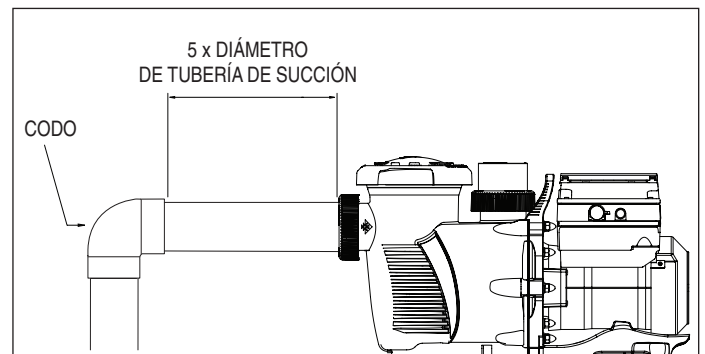

Figura 2: Tubería recomendada
4. Para la mayoría de las instalaciones que Pentair recomienda instalar una válvula en la aspiración de la bomba y mangueras de retorno para que la bomba puede ser aislada durante el mantenimiento rutinario. Sin embargo, recomendamos que una válvula, codo o tee instalado en la línea de succión debe ser no más cerca de la parte delantera de la bomba de cinco 5 veces la línea de succión de diámetro. **Ver Figura 2.**